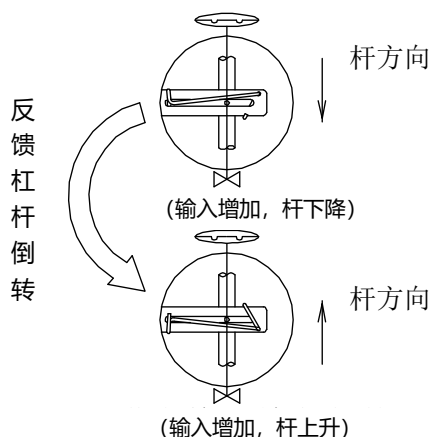

图9 反馈杠杆的安装位置
- (3) 如图9所示: 输入电流增加, 阀杆下移(正向作动)时, 稳定弹簧安装在连接件的上侧。阀杆上移(反向作动)时, 反馈杠杆倒转, 稳定弹簧安装在连接件的下侧。